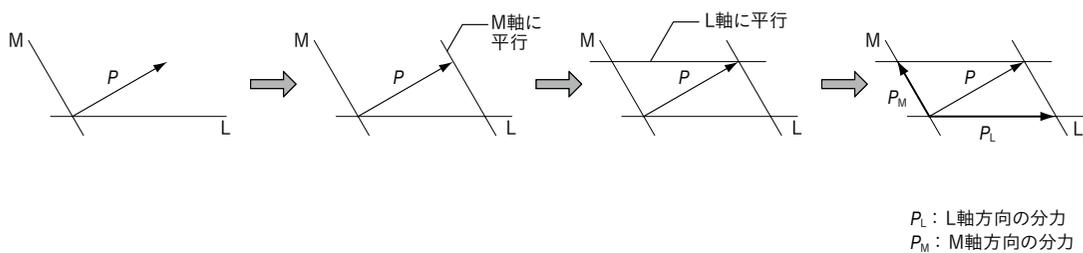

図 14 図式解法による力の分解
(2)力の分解は、分解する分力の方向が決まれば、図 14 に示すように力の合成と逆の手順で行う。